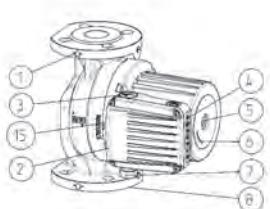
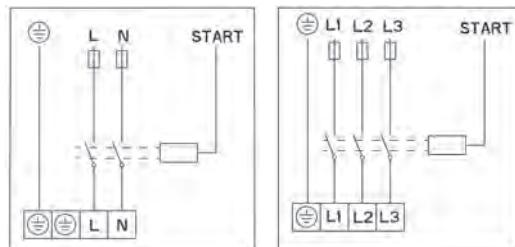

Abb.1
Abb. 3
- Die Pumpe wird in die Rohrleitung so eingebaut, dass die Pumpenachse 1-1 horizontal ist (Abb. 3).
- Die Durchflussrichtung des Fördermediums muss mit dem Pfeil auf dem Pumpengehäuse übereinstimmen (Abb. 1 – Pos. 1).
- Anschlussflanschen sind NP 6/10 (Abb.1 – Pos.8)
- GHN (basic, auto), GHNM (basic, auto) – Pumpen verfügen über ein einfaches Hydraulikgehäuse (Abb.1 – Pos.8)
Das Hydraulikgehäuse der Pumpe darf nur bis zum Spalt zwischen dem Motor und dem Hydraulikgehäuse isoliert werden. Öffnungen zur Kondensatableitung aus dem Stotorraum müssen immer frei bleiben, dass gleiche gilt für den Einsatz der Pumpe in Heizsystemen, wenn eine Wärmeisolierung des Hydraulikgehäuses vorgenommen wird (Abb. 1, 2, Pos. 15). Das Elektromotorgehäuse, in dem sich Öffnungen zur Kondensatableitung befinden, darf nie isoliert werden!
Der Einspeiseleiter wird über die Einführung M20 (Abb.1 – Pos.7) angeschlossen.
Die Anschließung der Pumpen muss nach dem Schaltplan (Abb. 3), der an der Unterseite des Motordeckels abgebildet ist, erfolgen. Zuerst muss der obere Deckel abgeschraubt werden (Abb.1 – Pos. 2).
Bei Pumpen des Typs GHN (basic, auto), GHND (basic, auto), GHNMD (basic, auto), GHNMD (basic, auto) liegt der Rotor im Wasser, in besonderen wassergeschmierten Lagern. Darum muss vor der Inbetriebnahme die Pumpe mit Wasser gefüllt und entlüftet werden. Zur Entlüftung der Pumpen wird die Schraube auf der Hinterseite des Elektromotors (Abb.1-Pos. 5) herausgeschraubt. Aus der Spalte zwischen der Motorwelle und dem Lager strömt Luft heraus. Wenn Wasser herauströpt, schließen sie die Ventile auf der Ansaug- und Druckseite der Pumpe und starten sie die Pumpe. Die eingebaute Anzeige zeigt ein Drehen der Pumpenachse in die falsche Richtung mit mehrfachen Blinken des roten Lichtes an.
einen Knopf  Knopf (Abb. 1, Pos. 4), mit dem man zwischen den Geschwindigkeiten wählt. Einstellung der Geschwindigkeiten bei Pumpentypen GHN, GHND, GHNM, GHNMD (auto)  kann auf Knopfdruck  manuell bei der Geschwindigkeit ① ② ③ und automatisch  in ④ oder ⑤. In beiden Fällen funktioniert die Pumpe abhängig von dem Durchlauf bei den Geschwindigkeiten ② ③ automatisch. Bei dem Nachtregime ⑤ ist noch Mediumtemperatur berücksichtigt und wenn die Mediumtemperatur fällt, schaltet die Pumpe in die Geschwindigkeit ② Fall ($> 10^{\circ}\text{C}$) oder Geschwindigkeit um ① Fall ($> 20^{\circ}\text{C}$) unabhängig auf Durchlauf. Wenn die Mediumtemperatur um $> 20^{\circ}\text{C}$ steigt, ist wieder die Funktionsweise in Verbindung mit Durchlauf ermöglicht. Diese Funktionsweise ist für die Systeme mit Thermoventilen und Systeme geeignet, in denen die Systemtemperatur in der Nacht fällt.
Die Pumpe ausschalten, Ventile an der Druck- und Ansaugseite der Pumpe schließen, Entlüftungsschraube ausschrauben, einen Schraubenzieher (Abb. 1-Pos.5) in den Schlitz auf der Welle stecken und diese so lange drehen, bis kein Widerstand mehr fühlbar ist. Danach wieder die Entlüftungsschraube einschrauben.